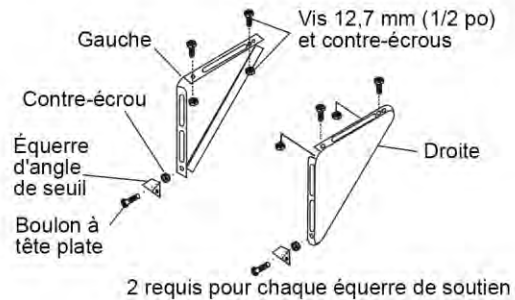

Fig.15B
2. Assemblez l'équerre de l'angle du seuil aux équerres de soutien à la position marquée (Fig. 15B). Serrez à la main, mais pas excessivement afin de permettre des changements plus tard.